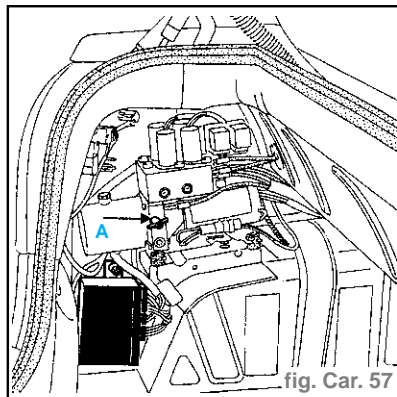

fig. Car. 57
- Pour cela, ouvrir jusqu'en butée la vis (A) du groupe hydraulique. (fig. Car. 57)